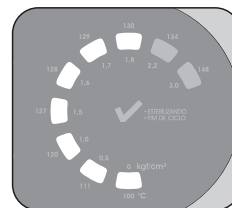

Fig. 6
Após o desbloqueio do equipamento, os 7 primeiros LEDs da barra indicativa de temperatura/pressão permanecerão acesos (Fig. 6), indicando a necessidade de executar o Ajuste de Altitude, que é o primeiro ciclo da autoclave. Realize este procedimento **com a câmara da autoclave vazia (sem materiais, bandeja e suporte)**, seguindo as instruções abaixo:
- 2► Durante o aquecimento, o LED **Aquecendo/Secando** se acenderá e os 7 LEDs piscarão (fig. 6). Todo o processo será realizado automaticamente, com uma duração de aproximadamente 15 minutos. Ao fim do procedimento, se acenderá o LED , indicando que o Ajuste de Altitude foi realizado com sucesso. Pressione a tecla  para voltar ao modo inicial. Abra a porta da autoclave e aguarde o resfriamento da câmara (vaso de pressão) para utilizá-la novamente (cerca de 15 minutos).